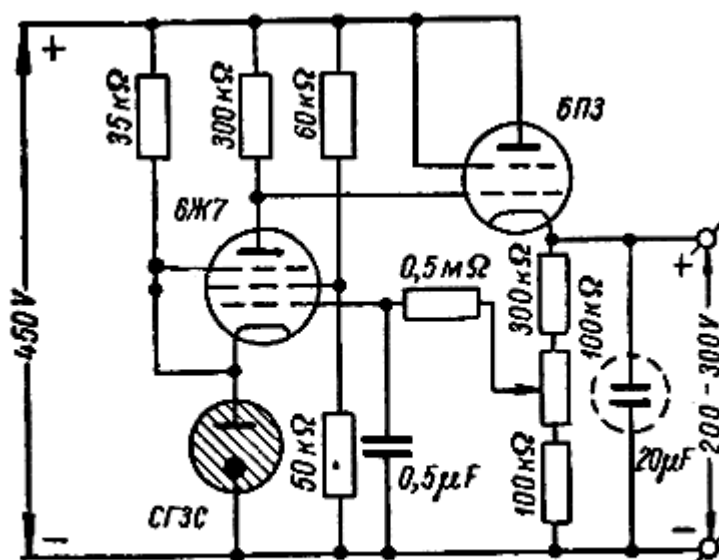

Рис. 6.39. Практическая схема стабилизатора последовательного типа с управлением со стороны выхода.
1.1 (рис.6.39) Управление со стороны выхода. Особенности схемы: стабилитрон питается входным напряжением. Вторая сетка пентода также питается входным напряжением (через делитель), обеспечивая смешанное управление (со стороны входа по второй сетке - по переменному напряжению, со стороны выхода - по постоянному напряжению; относительно большая выходная емкость компенсирует слабую стабилизацию по переменному). При неудачном согласовании лампы с делителем в цепи второй сетки возможно перерегулирование по входу. Коэффициент стабилизации - порядка нескольких десятков, выходное сопротивление - порядка десятков Ом. Ток стабилитрона в этом и других примерах из Бонч-Бруевича задается резистором и примерно на порядок превосходит ток пентода-усилителя, т.е. влияние тока пентода на стабилитрон минимально.
Минимум фона подбирается потенциометром. При перестройке выходного напряжения необходимо заново настроить управление по входу, поэтому такие схемы применяются только в стабилизаторах с фиксированным $U_{вых}$, и с точки зрения ремонтпригодности и обслуживания неудобны. В этих схемах коэффициент стабилизации улучшен на порядок (выходное сопротивление то же, что и в схеме по типу рис.6.39).